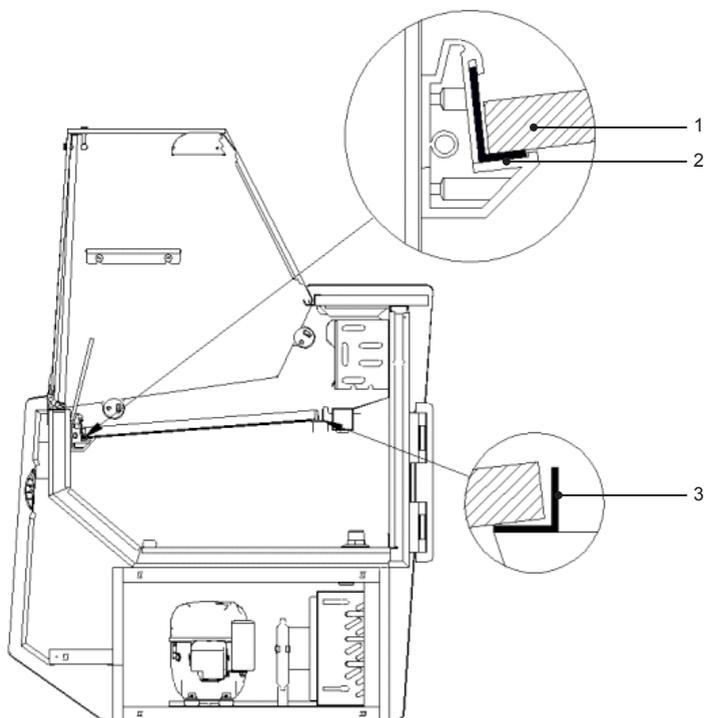

Abb. 3. Montage der Auslagen
- Die Anlage auspacken und das Holzpodest, dass auf der Grundlage vorhanden ist, entfernen (ausgeschlossen von fahrbaren Anlagen) Abb.3